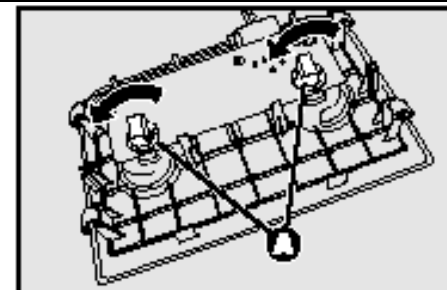

рис.43
- Повернуть против часовой стрелки два патрона **A** - **рис. 43**, извлечь лампы и заменить их.